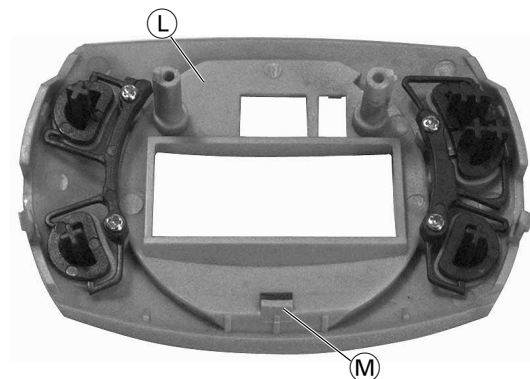

Fig. 15
- Blende **L** (Fig. 13 und 15) **vorsichtig** nach vorne abziehen. Dabei darf sie nicht nach oben gedrückt werden, da sonst die Führungsnase **M** (Fig. 15) an der Blende **L** (Fig. 15) abbrechen kann.
- **Carefully** pull off the trimplate **L** to the front (Fig. 13 and 15) preventing it from being bent up as otherwise the guide lug **M** (Fig. 15) on the trimplate **L** (Fig. 15) might break off.